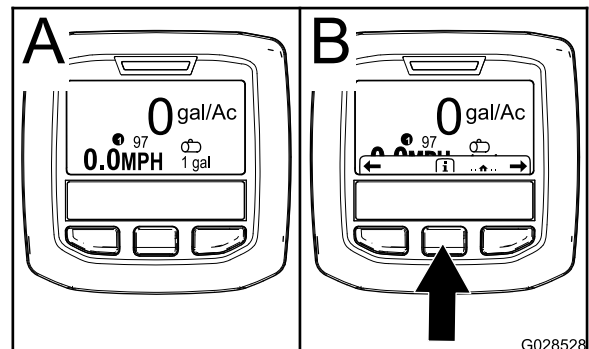

Bild 18
2. Nach ca. 15 Sekunden wird der Homebildschirm angezeigt. Drücken Sie die mittlere Auswahltaste, um den Informationskontext anzuzeigen (Bild 18).